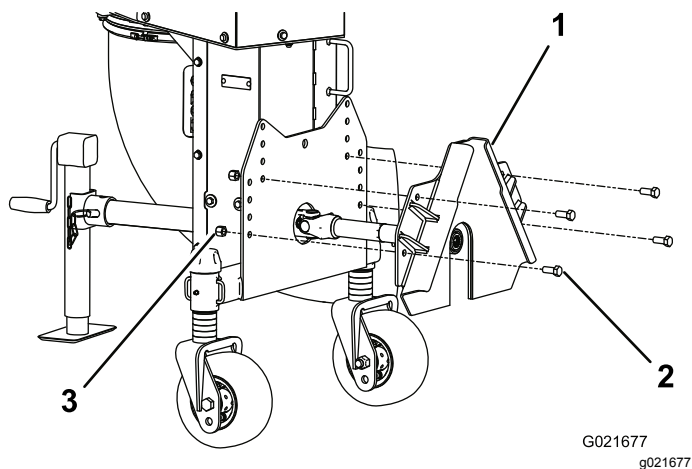

Figura 11
2. Montate la piastra di montaggio sul telaio del soffiatore di detriti con 4 bulloni (½" x 1¼") e 4 dadi di bloccaggio (½") (Figura 11).